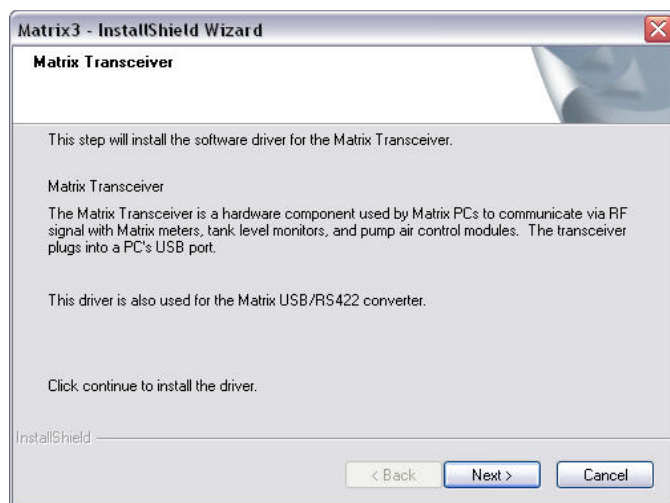

FIG. 20
13. Het systeem configureert de Matrix-database. Wanneer het scherm van de Matrix-zendontvanger zoals in FIG. 20 wordt weergegeven, selecteert u VOLGENDE om de installatie van de driver van de zendontvanger te starten.